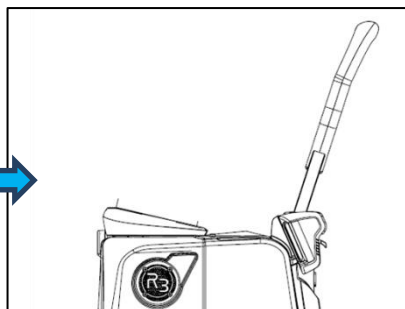

Fig. 1
- De R3 VAC handmatig duwen: Til de handgreep uit de ruststand op zoals afgebeeld (fig. 1). Zorg ervoor dat de handgreep wordt vastgeklemd in de fitting van de greepbeugel.